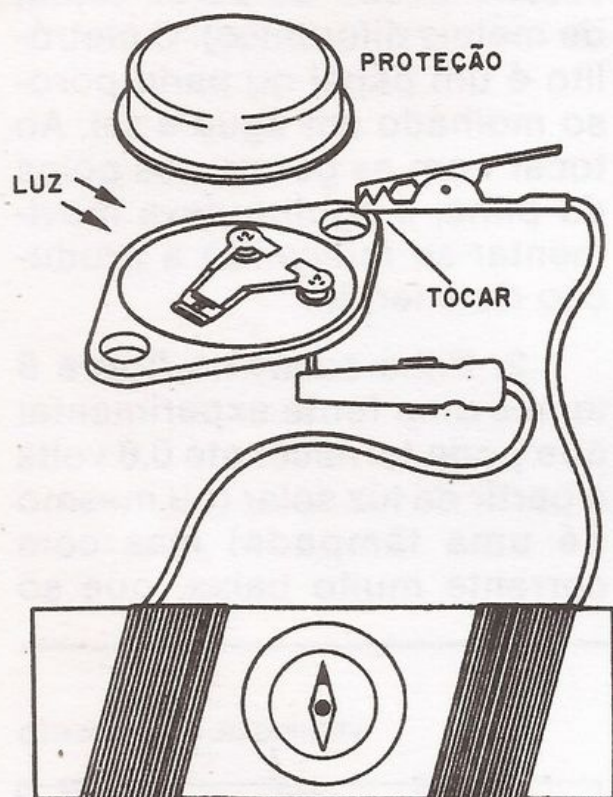

figura 6
2. Pilha solar: na **figura 6** temos uma fonte experimental que pode fornecer até 0,6 volts a partir da luz solar (ou mesmo de uma lâmpada) mas com corrente muito baixa, que só